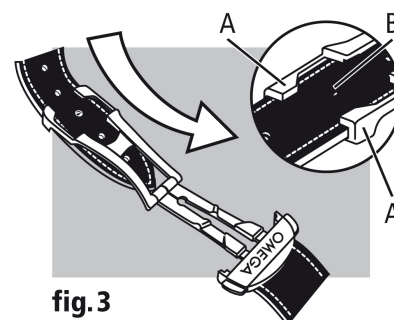

fig. 3
**Per regolare la lunghezza del cinturino (fig. 3):** liberare il segmento lungo dalle due guide (A) e dal perno (B). Spostare il cinturino nella direzione voluta e reinserire il perno e le due guide. Provare al polso l'orologio e, se necessario, ripetere l'operazione.